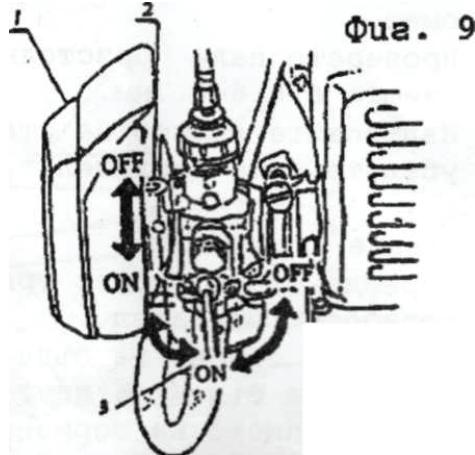

Fig. 9
■ Deschideți robinetul de combustibil, vezi Fig. 9